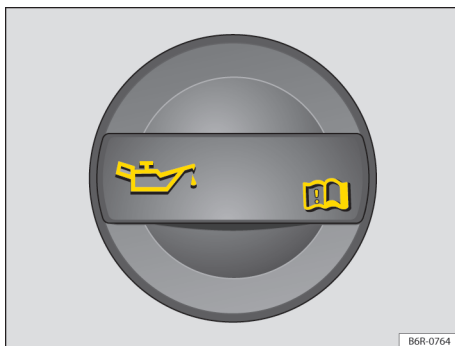

Fig. 146 No compartimento do motor: tampa da abertura para enchimento de óleo do motor. ▶
4. Identificar a abertura para enchimento de óleo do motor e a vareta de medição do óleo. A abertura para enchimento do óleo do motor é identificada pelo símbolo  na tampa → Fig. 146 e pela vareta de medição do óleo com a alça colorida. Se não estiver claro onde a tampa e a vareta de medição do óleo se encontram, procurar uma Concessionária Volkswagen ou uma empresa especializada.
9. Desrosquear a tampa do bocal de enchimento de óleo do motor → Fig. 146.